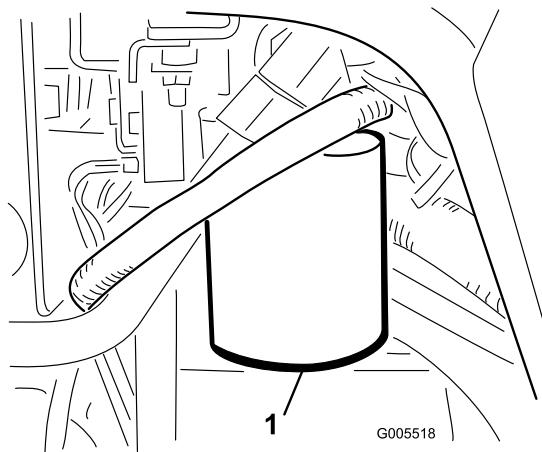

図 59
1. フィルタ容器の周辺をウェスできれいにぬぐう(図 59)。フィルタの下に廃油受けを置いてフィルタを外す。